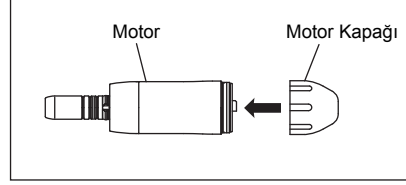
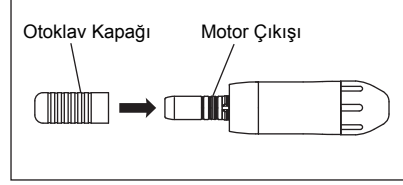

Fig. 3
Fig. 4
- ① Motoru motor kablosunda sökünüz (2. Bölüm Motor kablosu sökülmesi/takılması bölümüne bakınız).
- ② Motor yüzeyini fırça v.s. (metal fırça kullanmayınız) kullanarak temizleyin, dezenfekte edici alkol ile nemlendirilmiş bez veya pamuk ile siliniz.
- ③ Motor kapağını motora vidalayınız. (Fig. 3) Otoklav kapağını mikromotor girişine takınız. (Fig. 4)
- ④ Otoklav poşetine yerleştiriniz ve poşet ağzını kapatınız.
- ⑤ Otoklav yaparken 135°C derece üzerine çıkmayın.